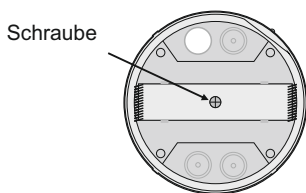

Abbildung 4
**Schritt 2.** Lösen Sie die Schraube (Abb. 4) und entfernen Sie die Federl für die abgehängte Deckenmontage.